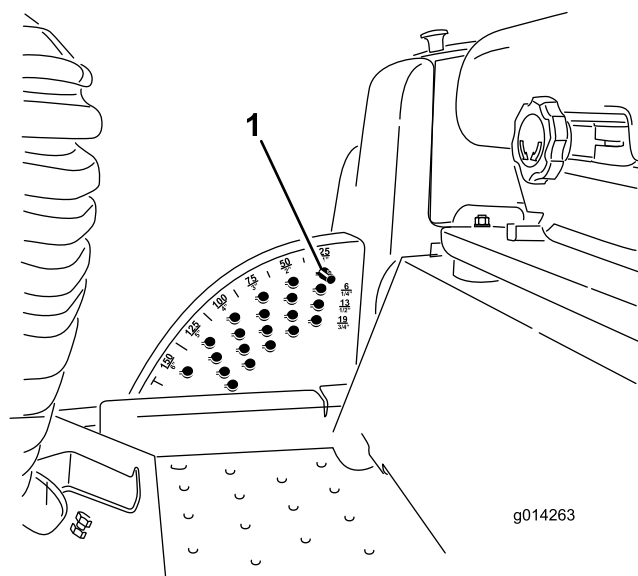

图6
1. 在发动机运行的同时向后推剪草机提升开关直至剪草机完全升起然后**松开开关**图6。
2. 要进行调节请旋转限位销直至销上的小块与剪草高度支架孔内的槽在一条线上然后取下限位销图6。
3. 选择剪草高度支架对应所需剪草高度的孔插入限位销将其向下旋转并锁定到位图6。
注意 共有四排孔的位置 图6。最上面的一排是高于限位销的列明剪草高度。其下第二排的剪草高度为列明剪草高度加 6mm。其下第三排的剪草高度为列明剪草高度加 12mm。最下面一排的剪草高度为列明剪草高度加 18mm。15.8cm 位置仅有一个孔位于第二排。此孔不需添加 6mm 即可到达 15.8cm 的位置。